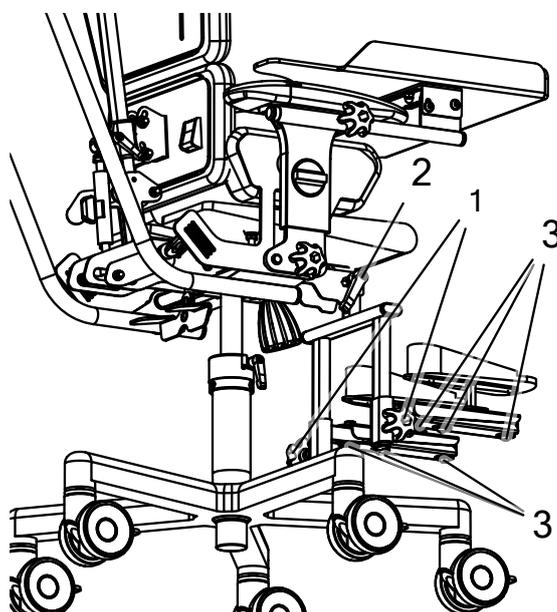

Fig. 8
Per regolare l'altezza del poggiatesta allentare la manopola (1), spostare il poggiatesta all'altezza desiderata, quindi serrare la manopola (1). Per impostare l'angolo corretto del poggiatesta, allentare la manopola (2), impostare l'angolo desiderato, quindi serrare la manopola (2) Fig. 8.
Per regolare l'altezza corretta della pedana allentare entrambe le manopole (1), far scorrere le pedane all'altezza desiderata e stringere le manopole (1). Esse funzionano in modo indipendente l'una dall'altra, consentendo di regolare l'altezza della pedana in modo asimmetrico. Per impostare l'angolo corretto della pedana allentare la manopola dell'angolo (2), impostare l'angolo desiderato e serrare la manopola Fig. 8.